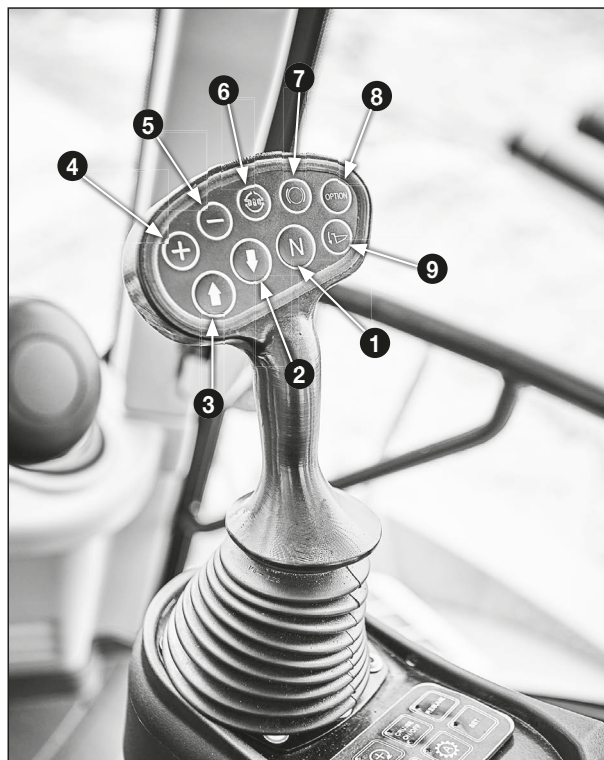

Fig. 90
Reglaget (fig. 90) i höger armstöd styr följande funktioner: växling, differentialspärr, tippbroms samt tippfunktion.
Vid aktivering av betjäningshandtaget knapp 6 fig. 90 inkopplas differentialspärr på bakaxel, båda lysdioderna fig. 29 pos. 1 lyser grönt. När kontakten släpps kopplas differentialspärren bort och lysdioderna slocknar.
Vid aktivering av tippbroms knapp 7 fig. 90, bromsar driftbromsen på bakaxeln och parkeringsbromsen på framaxeln. Transmissionen ska vara i neutralläge "N", annars aktiveras inte funktionen. Tippbromsen kan endast aktiveras i hastigheter under 1 km/tim.
Maskinen är utrustad med 100% differentialspärren på bakaxeln. Den aktiveras genom att trycka på kontakt 6 fig. 90 och den fungerar bara så länge knappen hålls. Den kan kopplas in under alle förhållanden, men det rekommenderas att in- och urkoppling inte utförs, mens det är stor dragkraft på maskinen.